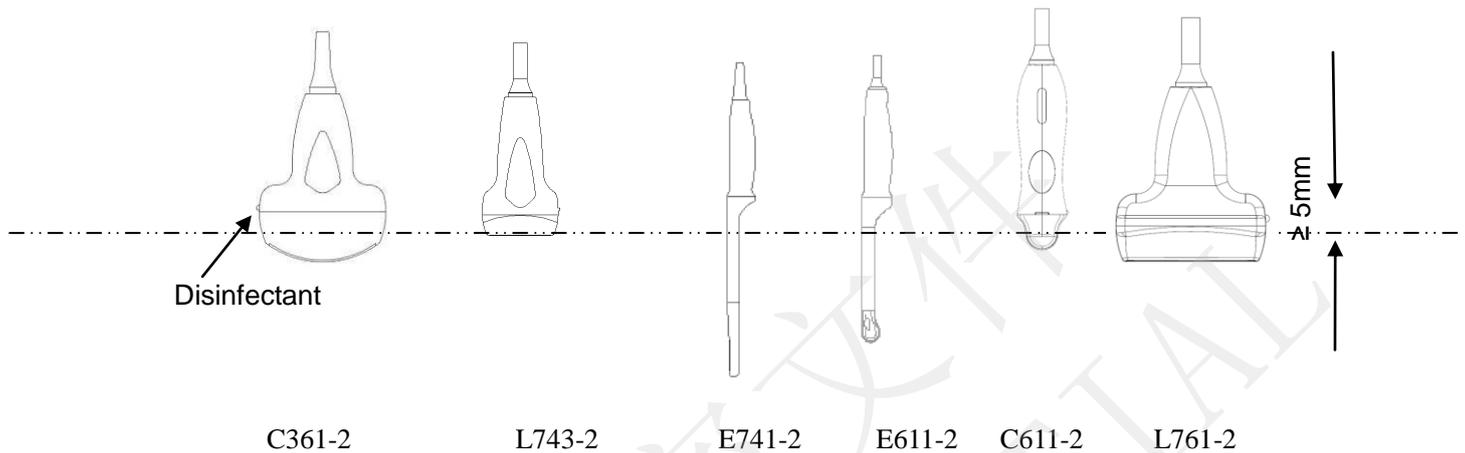

Figura 14-1 Profondità della sonda immersa nel disinfettante
2. Posizionare la sonda pulita e asciutta a contatto con il disinfettante (fare riferimento alla Figura 14-1 per vedere l'area di contatto) per il tempo specificato dal produttore del disinfettante.